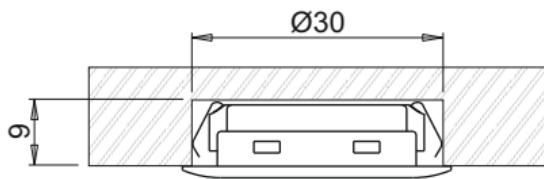

Fig 3
illustrated in figure 3 and, if necessary, bore a $\phi \geq 9\text{mm}$ exit hole for the power supply cable.
- Effectuer un trou d'un diamètre de 30mm et d'une profondeur supérieure ou égale à 9mm sur le plan de montage comme indiqué sur la figure 3 et, si besoin, effectuer pour la sortie du câble d'alimentation un trou de $\varnothing \geq 9\text{mm}$.